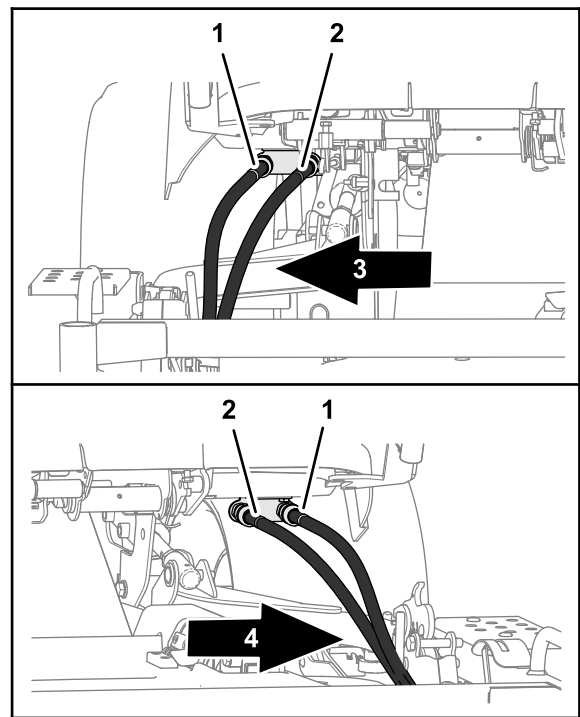

Figura 114
4. Deconectai furtunurile hidraulice de pe fiecare parte a unităii de traciune (Figura 114).
- A. Conectați furtunul hidraulic marcat cu un identificator albastru la cuplajul de deconectare rapidă din interior (marcat cu un identificator albastru); consultați Figura 114 din Demontarea punii mainii de tuns iarba \(Pagină 76\).
- B. Conectați furtunul hidraulic marcat cu un identificator roșu la cuplajul de deconectare rapidă din exterior (marcat cu un identificator roșu); consultați Figura 114 din Demontarea punii mainii de tuns iarba \(Pagină 76\).